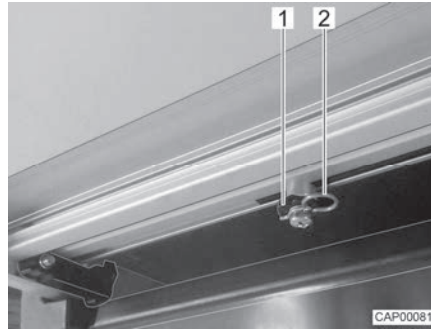

Fig. 4 Asta di azionamento (scalino di ingresso)
- Sul lato inferiore dello scalino di ingresso, estrarre le due clip di sicurezza (Fig. 4,2) che si trovano sulle aste di azionamento (Fig. 4,1).